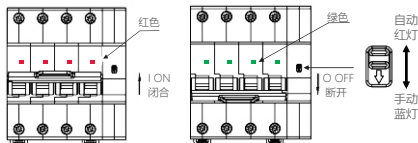

图3 断路器合/分闸状态指示、模式选择
8.1 安装使用前先检查断路器标志与所使用的工作条件是否相符；通电前，先人为操作几次断路器，其机构动作应灵活、可靠、无阻滞现象。断路器合/分闸状态指示、模式选择开关“自动”/“手动”位置见图3。